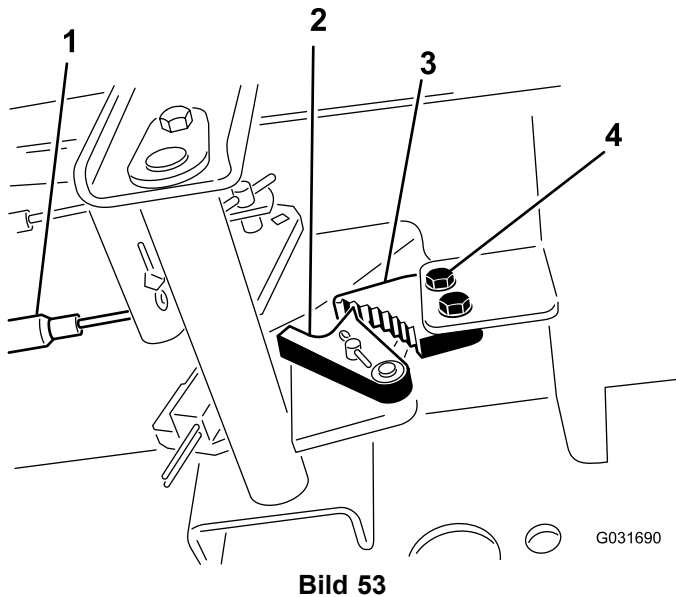

Bild 53
1. Lösen Sie die zwei Schrauben, mit denen die Sperre der Feststellbremse am Rahmen befestigt ist (Bild 53).
2. Drücken Sie das Pedal der Feststellbremse nach vorne, bis die Bremsenarretierung ganz an der Bremssperre greift (Bild 53).